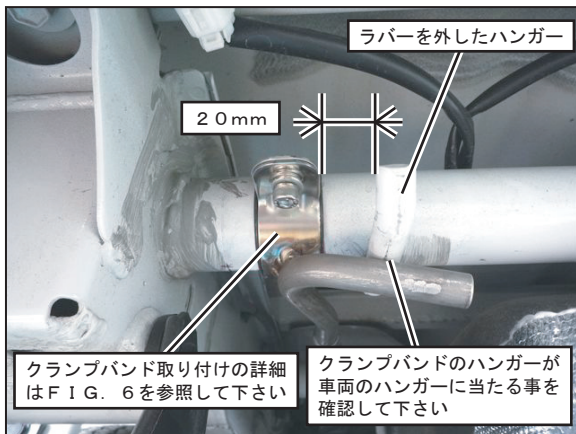

FIG. 5
9. ⑥クランプバンド#1と⑦クランプバンド#2を、FIG. 5, 6の図説を参考に、⑨クランプバンド用スペーサーラバー、⑩キャップボルトM6×15、⑪SUSワッシャM6、⑫スプリングワッシャM6、⑬フランジナットM6を使用して車両に取り付け、仮締めして下さい。（FIG. 5, 6 参照）